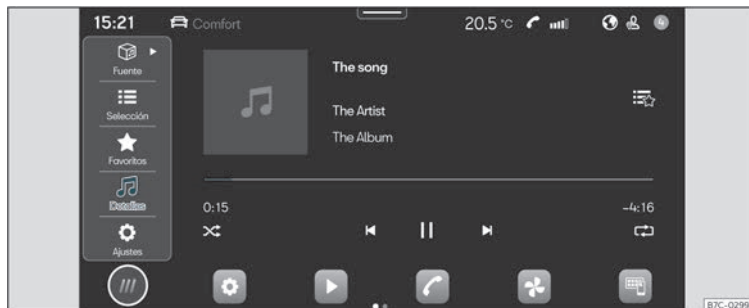

Fig. 133 Representación esquemática: Vista Multimedia
- Premea **HOME > ► >>>** **fig. 133**.